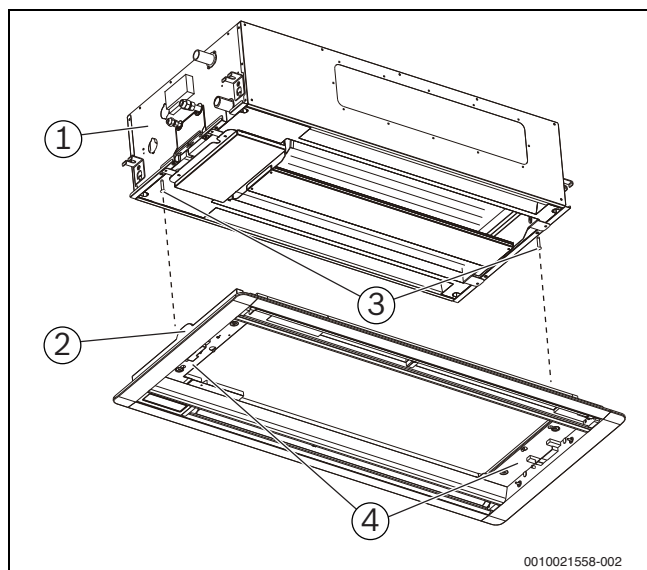

Рис. 15
2. Установите два монтажных винта в соответствующие отверстия в корпусе блока, как показано на рис. 15 (затяните винты примерно на 10 см).